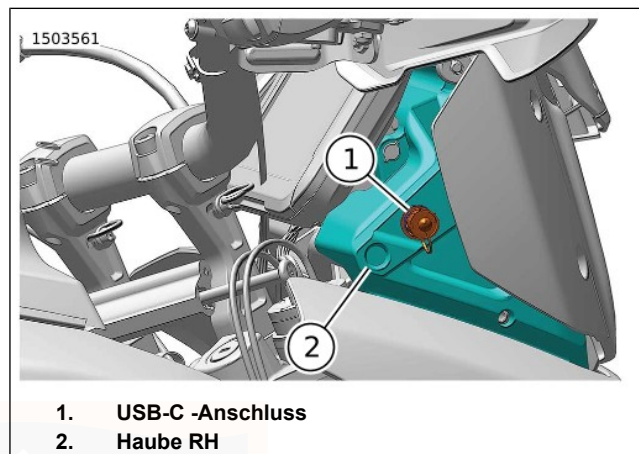

Abbildung 48. USB-C-Anschluss
Siehe Abbildung 48. Das Motorrad verfügt über einen USB-C -Anschluss, um ein Telefon oder Mediengerät aufzuladen und ein Software-Update zu übertragen. Für den Anschluss dieser Geräte muss ein Schnittstellenkabel verwendet werden. Der USB-C -Anschluss wird mit Strom versorgt und ist betriebsbereit, wenn das Fahrzeug eingeschaltet ist oder sich im Nebenverbrauchermodus befindet.
Siehe Abbildung 48. Der USB-C -Anschluss (1) befindet sich in der Rechtsseitig (RH) -Haube (2).